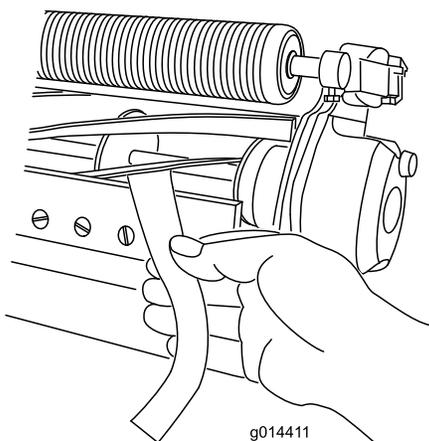

Figura 5
3. En un extremo del molinete, inserte una tira larga de papel de periódico entre el molinete y la contracuchilla (Figura 5). Mientras gira el molinete lentamente hacia adelante, gire en el sentido de las agujas del reloj el tornillo de ajuste de la barra de asiento (en el mismo extremo del molinete), un clic a la vez, hasta que el papel quede ligeramente aprisionado cuando se inserta desde delante, paralelo a la contracuchilla. Debe observar una ligera resistencia al tirar del papel.
5. Cuando termine el ajuste, compruebe si el molinete 'pellizca' un papel cuando se inserta desde delante, y si corta el papel cuando se inserta perpendicular a la contracuchilla (Figura 5).